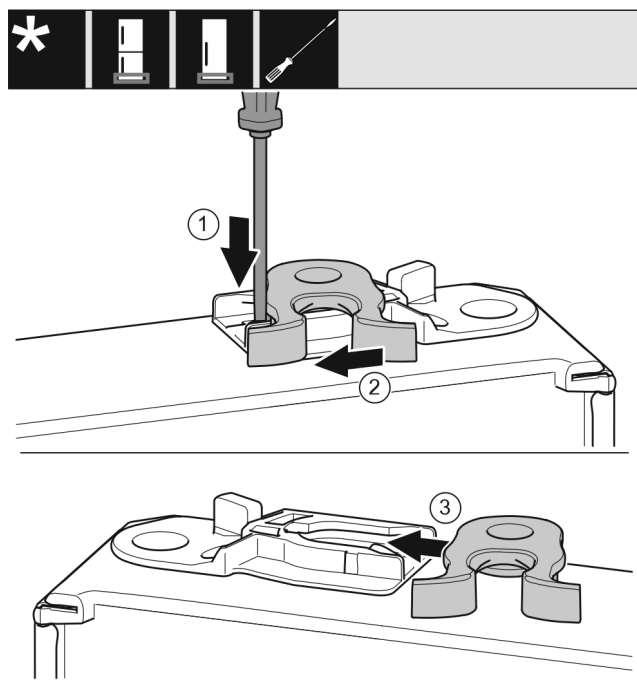

Fig. 40 *
- 用带槽螺丝刀向下按住接片 Fig. 40 (1)。*
- 将锁钩 Fig. 40 (2)从导向装置拉出。*
- 将另一侧的锁钩 Fig. 40 (3)推入导向装置。*